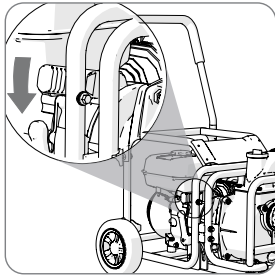

Fig 2
- Poussez fermement le moteur et l'accessoire jusqu'à ce que vous entendiez le clic d'amarrage. Le levier de desserrage de l'Uni-accouplement retournera dans sa position neutre. **(Fig. 2)**